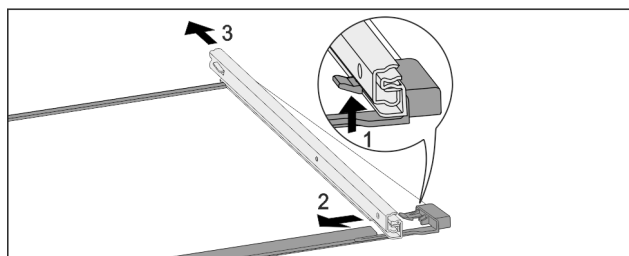

Fig. 148 Sklenená doska s koľajničkami
- ▶ Potlačte predný západkový hák nahor. Fig. 148 (1)
- ▶ Odsuňte vyťahovaciu koľajničku do strany Fig. 148 (2) a dozadu Fig. 148 (3).